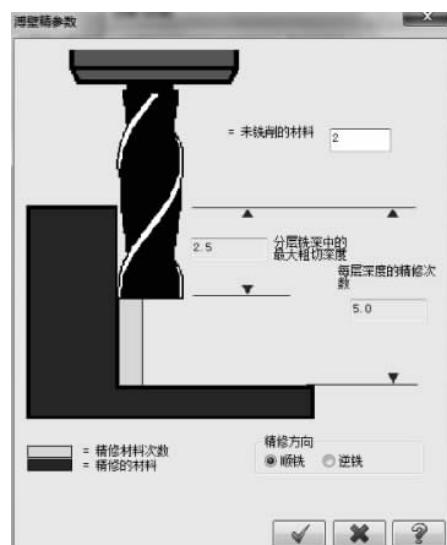

图 5-55 “薄壁精修次数”设置对话框
- “薄壁精修”按钮：在铣削薄壁零件时，单击此按钮，用户可以设置更细致的薄壁件精加工参数，以保证薄壁件在最后的精加工时刻不变形，如图 5-55 所示。